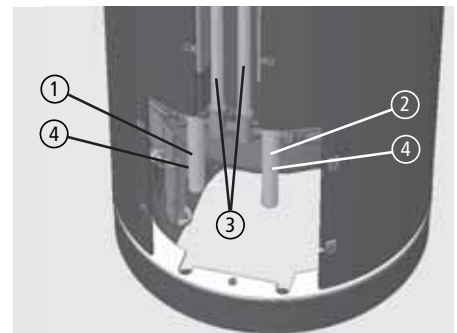
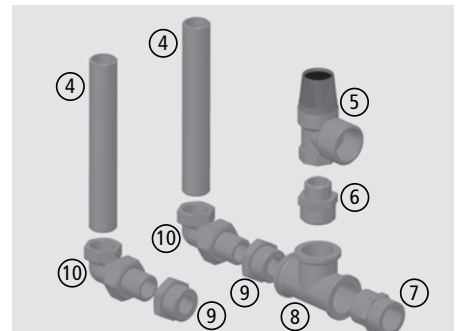

Abb. 2.18 NOVIA W: Anschlüsse Vorlauf, Rücklauf (mit bereits montierten Doppelnippeln) und TAS
Abb. 2.19 Bauteile im Anschlusssatz für Vor- und Rücklauf
- ① Thermische Ablaufsicherung (TAS) – die Zu- und Ablaufleitungen der TAS an die beiden mittleren Gewindestutzen an der Geräterückseite anschließen, jeweils 1/2" (DN 15) AG (siehe Abb. 2.18 auf Seite 17),
- ② Vorlauf und Rücklauf (VL / RL) – die beiden 1/2" x 140 mm Doppelnippel, verzinkt (im Lieferumfang Anschlusssatz), eindichten und in die äußeren Gewindemuffen an der Geräterückseite einschrauben (siehe Abb. 2.18 auf Seite 17),
- ③ Sicherheitsventil (SV) – das SV in die Vorlaufleitung direkt unter dem Kessel installieren – passende Winkelverschraubungen, Reduzierstücke und ein T-Stück im Lieferumfang Anschlussatz (siehe Abb. 2.18 auf Seite 17 und Abb. 2.19 auf Seite 17),